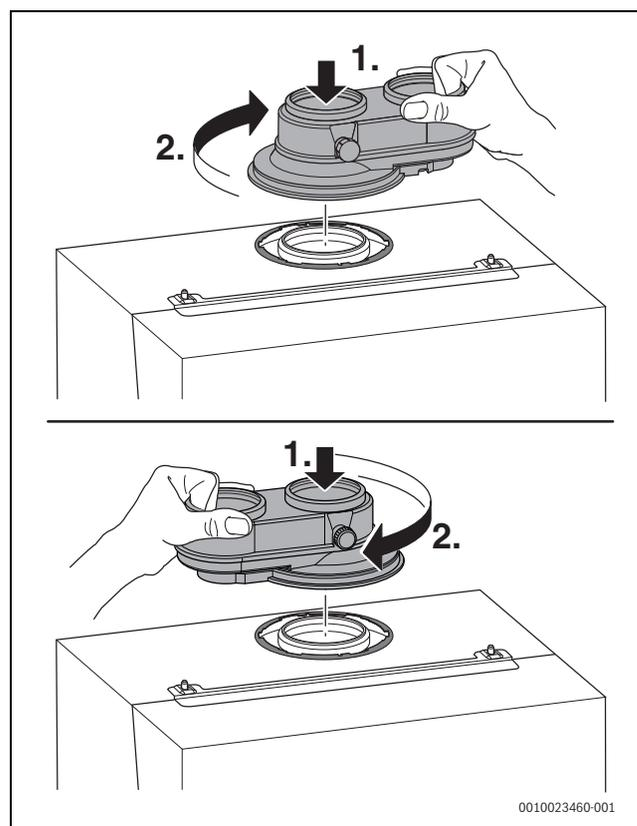

Fig. 33 Montaggio e smontaggio dell'adattatore tipo sdoppiato Ø 80/80
- ▶ Collegare al manicotto di raccordo concentrico dei gas combusti l'adattatore tipo sdoppiato presente nella fornitura (→ fig. 33).